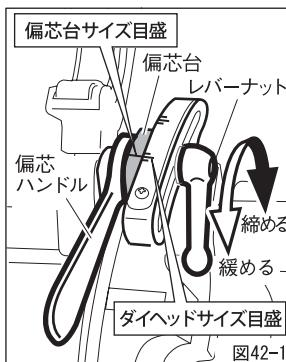
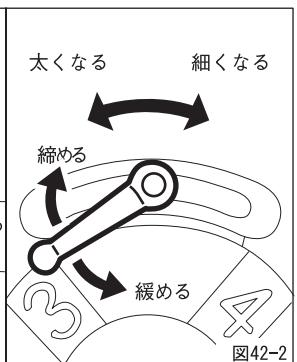

図42-1
図42-2
①ねじ切り寸法を合わせる時には、偏心ハンドルをかならず手前に倒してから、ダイヘッドのねじ切り寸法と偏心台の目盛りを合わせてください。(図42-1)
②レバーナットは手でしっかりと締めるだけで充分です。ハンマー等で叩き締める必要はありません。
③太め、細めのねじを切るには、偏心台の目盛りをサイズ目盛りの線より手前にずらして合わせると太く切れ、反対に向側にずらして合わせると細く切れます。(図42-2)